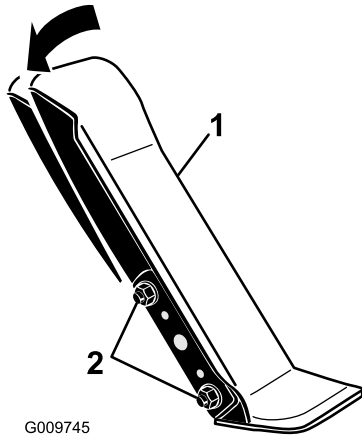

Bild 92
1. Lösen Sie die zwei Muttern und Schrauben, mit denen die linke Seite des Fahrpedals an der Halterung befestigt ist (Bild 92).
2. Drehen Sie das Pedal auf den gewünschten Winkel und ziehen Sie die Muttern fest (Bild 92).